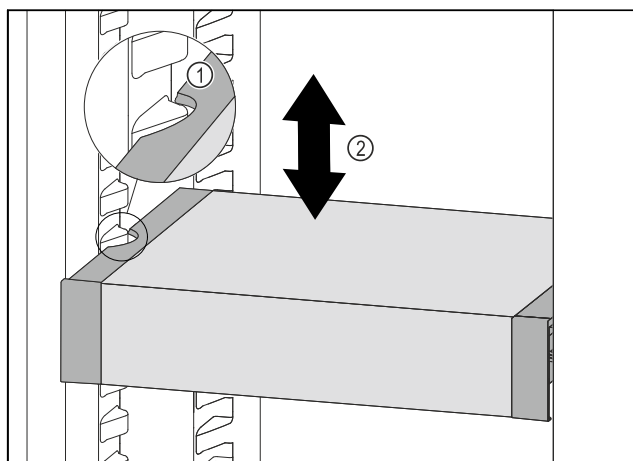

Fig. 110
- Tirare VarioSafe in avanti fino a quando le cavità laterali di VarioSafe non si trovano al livello della nervatura del contenitore nel vano frigorifero. Fig. 110 (1)
- Spostare VarioSafe verso l'alto o verso il basso nel vano frigorifero fino a raggiungere l'altezza desiderata. Fig. 110 (2)